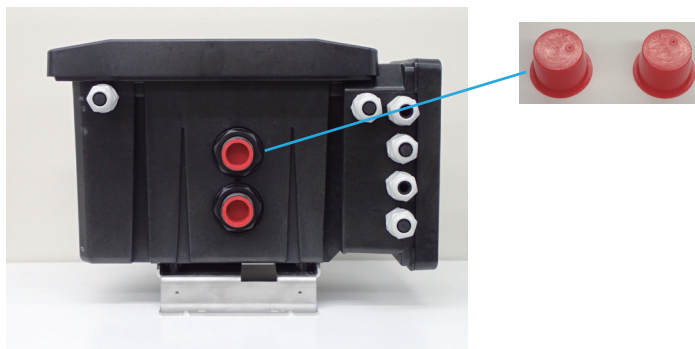

図8.16 配管封鎖用キャップの取り付け
3. 液槽内部に残った水分が TB810D 本体内部に垂れることを防ぐために、測定水入口配管、測定水排水配管に、付属の赤色のキャップを取り付けます（図 8.16 参照）。